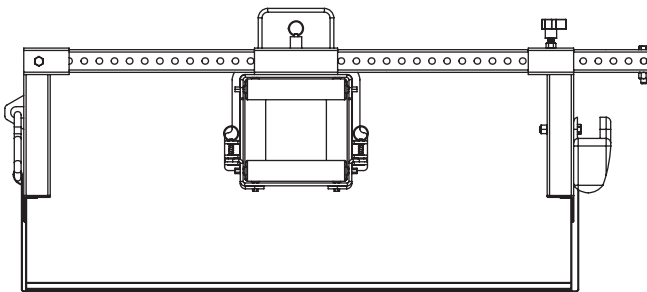

Figura 2
- Fije el enrollador en la bandeja de cables, según se muestra en la Figura 2. Fije el enrollador en la bandeja liberando la correa del trinquete, tire de la correa por debajo de la bandeja, fije el gancho al montaje en la pata opuesta, y accione el trinquete hasta que quede apretado.